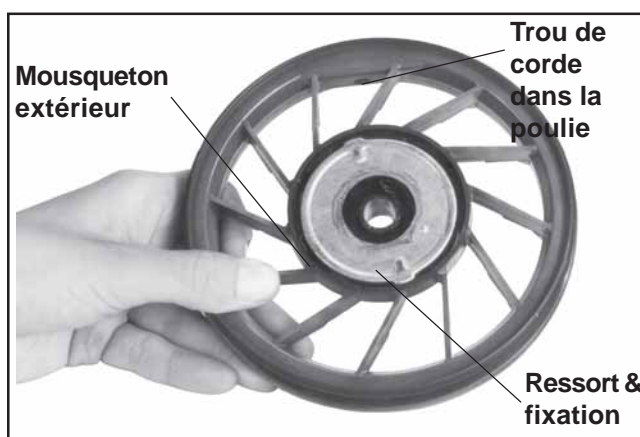

Figure 7-7. Position du ressort et de la fixation dans la poulie.
8. Noter la position du ressort et de la fixation dans la poulie. Voir la Figure 7-7.
1. S'assurer que le ressort est bien graissé. Placer le ressort et la fixation dans la poulie (avec le ressort vers la poulie). Voir la Figure 7-7.